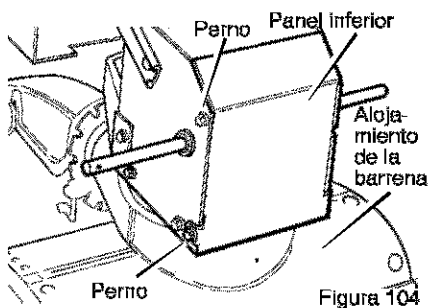

Figura 104
2. Ponga el quitanieves en posición vertical sobre la parte delantera del **alojamiento de la barrena** (Figura 104).
4. Afloje los **pernos** a cada lado del **panel inferior** (Figura 104).
6. Instale el **panel inferior** (Figura 104).
2. Ponga el quitanieves en posición vertical sobre la parte delantera del **alojamiento de la barrena**. (Figura 104).